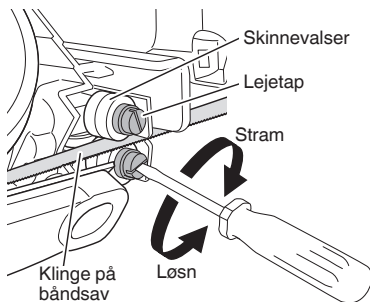

Fig. 16
4. Eftersyn af støtterne til skinnevalserne på klingens båndsaen og justering af mellemrum (Fig. 16)